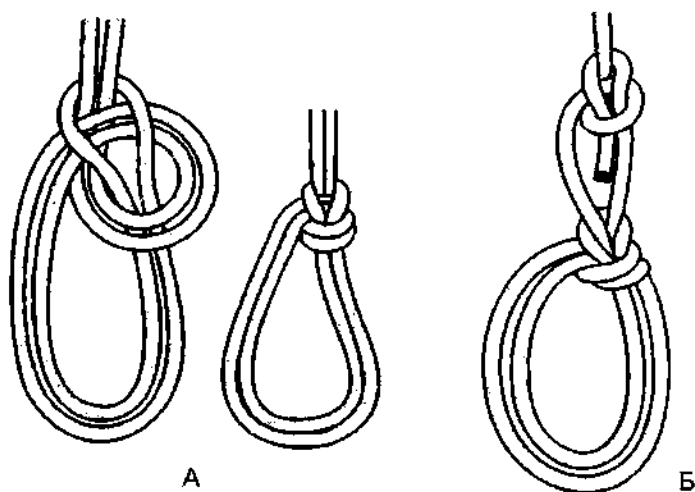

Рис. 496. А – *двойной беседочный узел*; Б – *двойной беседочный узел* с закреплённым ходовым концом.
*Двойной беседочный узел* такая же древняя петля, как и одинарный *беседочный узел*. Простой *беседочный узел* состоит из калышки и обноса, а *двойной беседочный* – из двух калышек и замкнутой петли (рис. 496 А). *Двойной беседочный узел* намного надёжнее одинарного *булиня*, так как у него фактически нет ходового конца, который мог бы выскользнуть из узла или зацепиться за какой-нибудь предмет, и поэтому он никак не может развязаться сам. По этой причине *двойной беседочный узел* можно вязать на
верёвках любого вида и типа. Узел не затягивается и легко развязывается после снятия нагрузки. Петли легко регулируются по размеру и каждая из двух петель может использоваться отдельно (рис. 497 А). Перед работой узел необходимо выправить и затянуть. Если в работе не используются оба конца, то один конец, чтобы он не болтался и не цеплялся, крепится любым контрольным узлом к коренному концу, например, *шкотовым* контрольным узлом (рис. 496 Б).